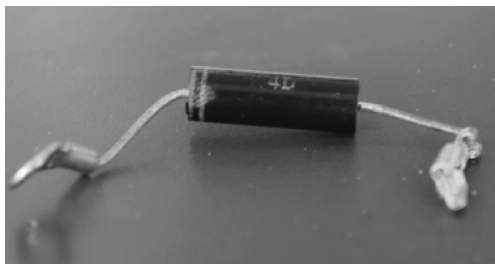

图 2-2-16 高压二极管
(3) 高压二极管 也称为高压整流器的组件,它的实物外形如图 2-2-16 所示。它在微波炉中的作用是与高压电容组成倍压整流电路,其耐压值在 10 000 V 以上,额定电流为 1 A。